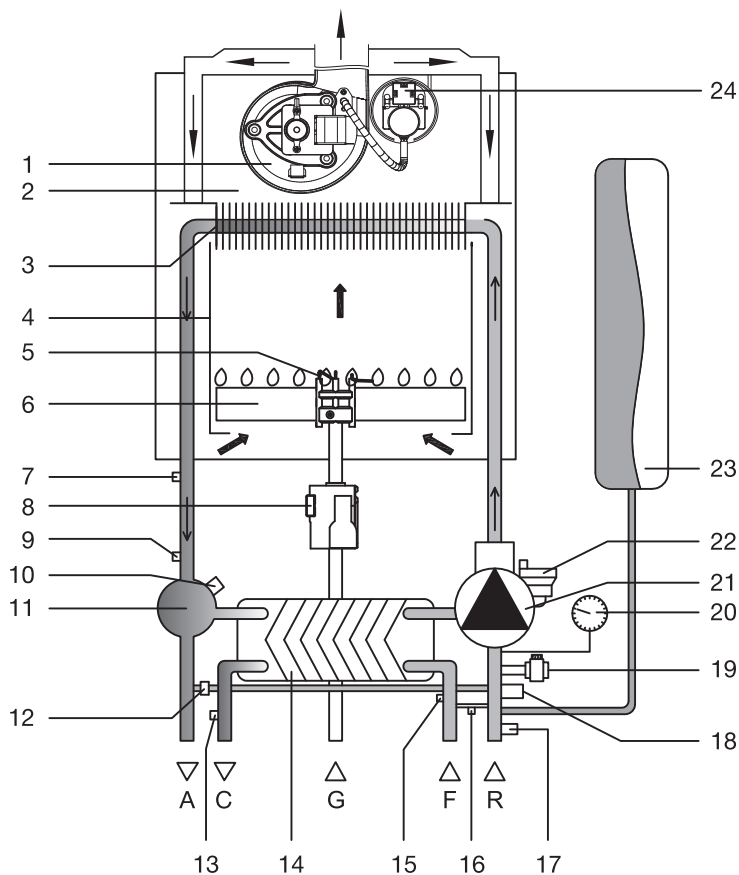

Рис. 3
3.6.1 Принципиальная схема циркуляции теплоносителя для модели с пластинчатым теплообменником ГВС (рис. 3)